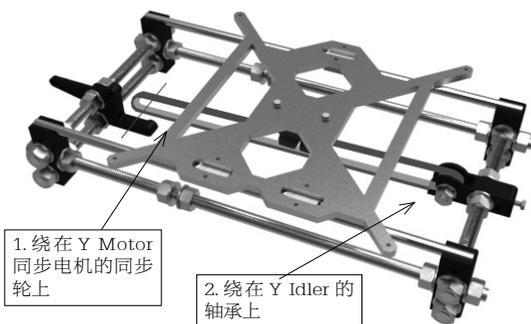

图 3-54 安装 Y 轴上的同步带
(4) 将一端延伸绕到 Y Motor 的同步电机的同步轮上, 再延伸出来至 Y Idler 中, 跨过其上的轴承, 接着转回 Y Belt Holder, 然后将其绑定即可, 如图 3-54 所示。